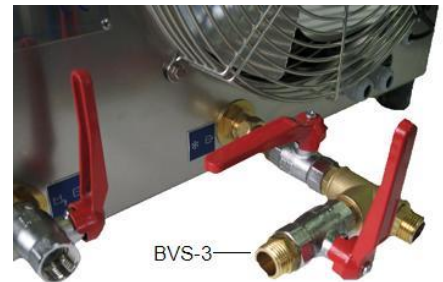

Abbildung 4.15
1. Stellen Sie den Kugelhahn (BVS-3) auf „Close“, (siehe Abbildung 4.15).